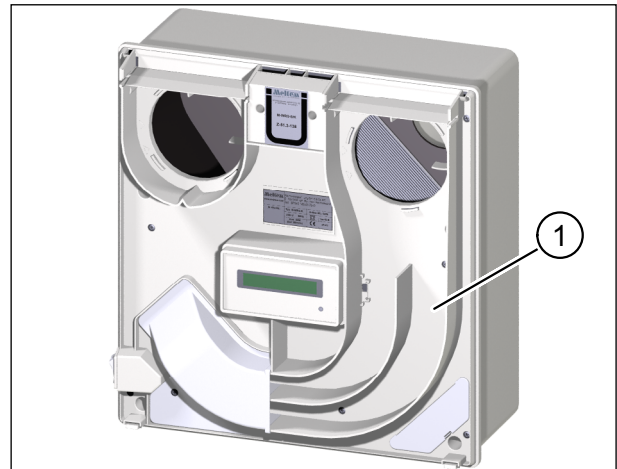

Abb. 8: Zwischenplatte reinigen
- ▶ Reinigen Sie die Zwischenplatte (Pos. 1 in Abb. 8) mit einem feuchten Tuch und milder Seifenlauge.